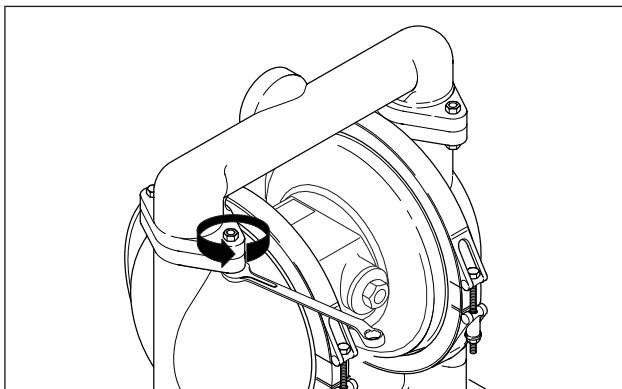

Fig. 9: Rimozione dei raccordi di aspirazione e di mandata.
- Svitare le viti e smontare il raccordo di mandata e di aspirazione (Fig. 9).